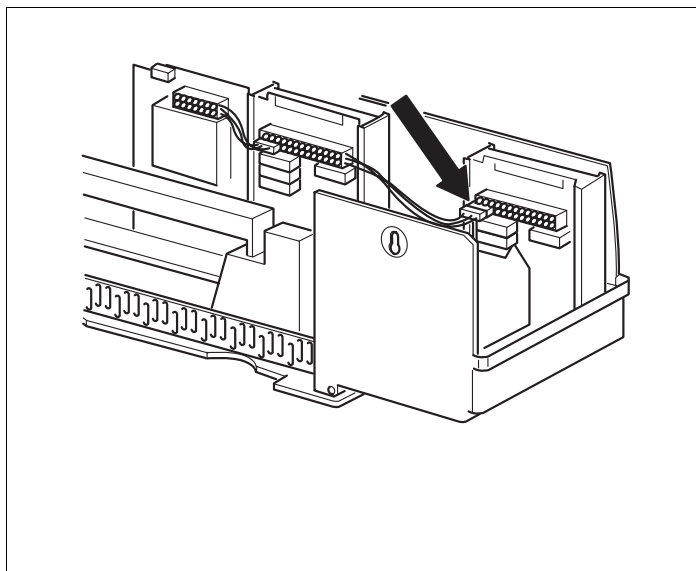

Fig. 20 Conectare la alimentarea cu tensiune de 230 V
- Fișa de conectare a modulului la 230 V se introduce în poziția prevăzută pe rigleta de contacte (pentru conectarea modulului din soclul 1, vezi săgeata din fig. 20).